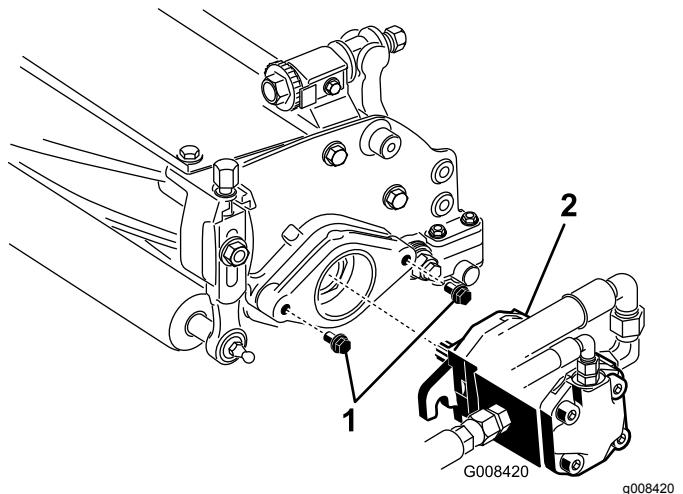

図 11
7. リールモータ取り付けボルトのねじの頭が、それぞれおよそ 13 mm 突き出した状態になるようにすること図 11。
8. リールモータのシャフトのスプライン部にグリスを塗布する。モータを取り付け穴に正対させ、時計方向にひねってスタッドを一回かわし、モータを左にひねってフランジをスタッドに嵌め合わせ図 11、
9. 取り付けボルトを締め付ける図 11。